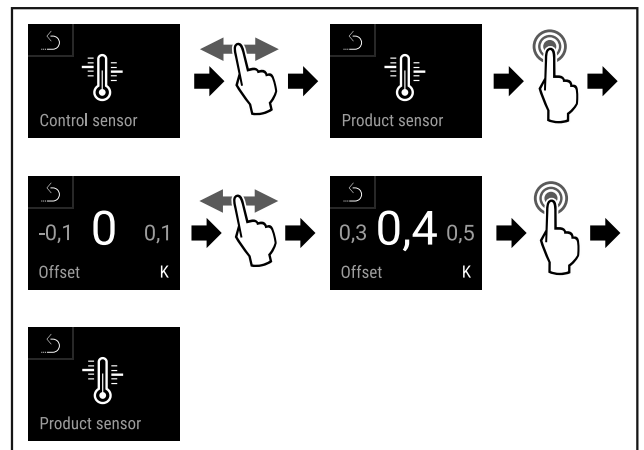

Fig. 139
- ▶ Εκτελέστε τα βήματα ενεργειών (βλέπε Fig. 139).